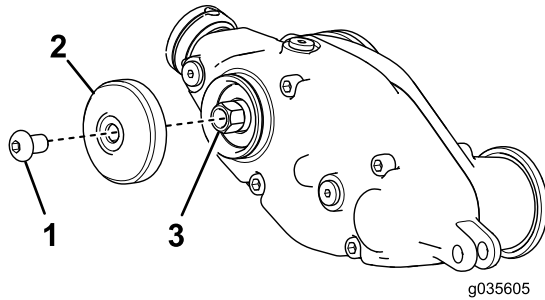

图13
7. 仅适用于通用疏草刀组件（未安装后滚筒刷套件）：用 2 个六角圆头螺丝（5/16 x 1/2 英寸）安装外罩，如图13 所示。